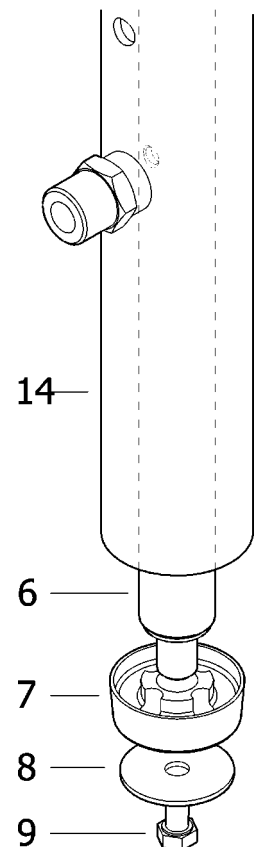

Fig. 6
3. Push the piston assembly down until the hole in piston rod (6) gets visible in the air exhaust hole. Insert a steel rod in the hole to lock the piston rod (6). Loosen the screw (9) with a 10 mm wrench. Remove the steel rod and push the piston assembly to its bottom position and remove the washer (8) and the plunger (7) (fig. 6).
3. Empujar el conjunto pistón hacia el pie de la bomba hasta los agujeros en el vástago (6) coinciden con los orificios de escape del tubo (14). Introducir una varilla acerada a través de ellos para bloquear el vástago (6). Soltar el tornillo (9) con una llave fija de 10 mm, quitar la varilla acerada y empujar el conjunto pistón hasta que haga tope abajo y luego quitar la arandela (8) y el embolo (7) (Fig. 6).
3. Pousser l'ensemble du piston vers le pied de la pompe et ce jusqu'à ce que les orifices de la tige (6) coïncident avec ceux des silencieux du tube (14). Introduire une baguette en acier au travers afin de bloquer la tige (6). Dévisser la vis (9) à l'aide d'une clé 10mm, retirer la baguette en acier et pousser l'ensemble du piston jusqu'à ce que ce dernier soit accessible vers le bas pour retirer la rondelle (8) ainsi que le piston (7) (Fig.6).